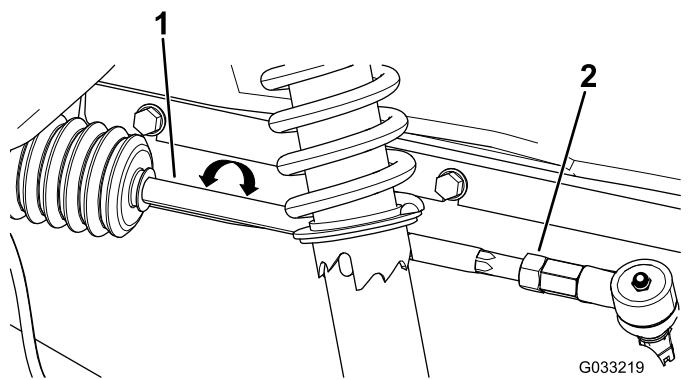

Рисунок 49
- Если измеренное значение выходит за пределы 0–6 мм, ослабьте контргайки с обоих концов тяг (Рисунок 49).